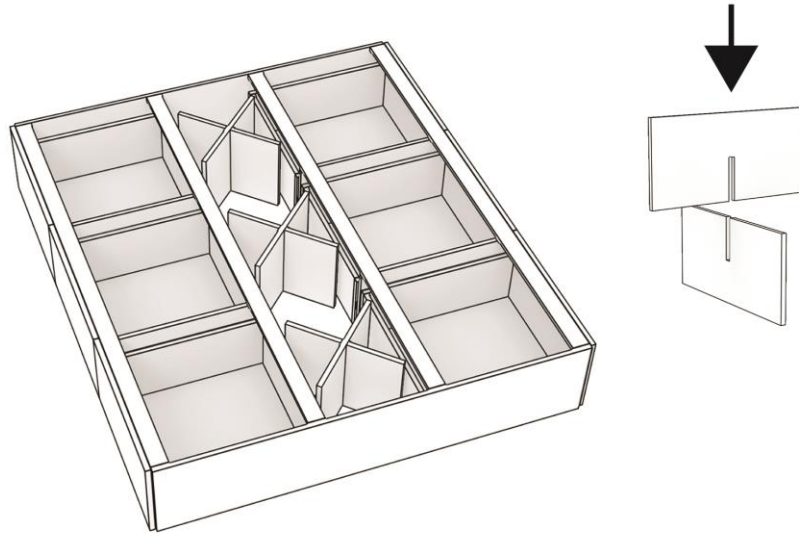

Abbildung 5: Montage der Kreuzbalken und Beispiel der Positionierung bei einem Bettboden mit Schubladen
**Schritt 6.** Montieren Sie dann die 3 Kreuze und positionieren Sie diese wie in Abbildung 5 dargestellt. Bei Betten mit einer Abmessung von 140 x 200 cm und 160 x 200 cm müssen keine Kreuze angebracht werden.